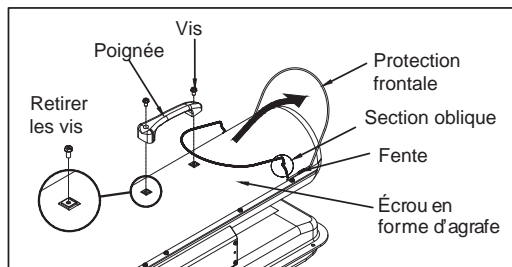

Figure 6. Montage de la Poignée
- 3) Alignez les trous de l'enveloppe supérieure avec les deux trous de montage de la poignée, tel qu'illustré à la figure 6.